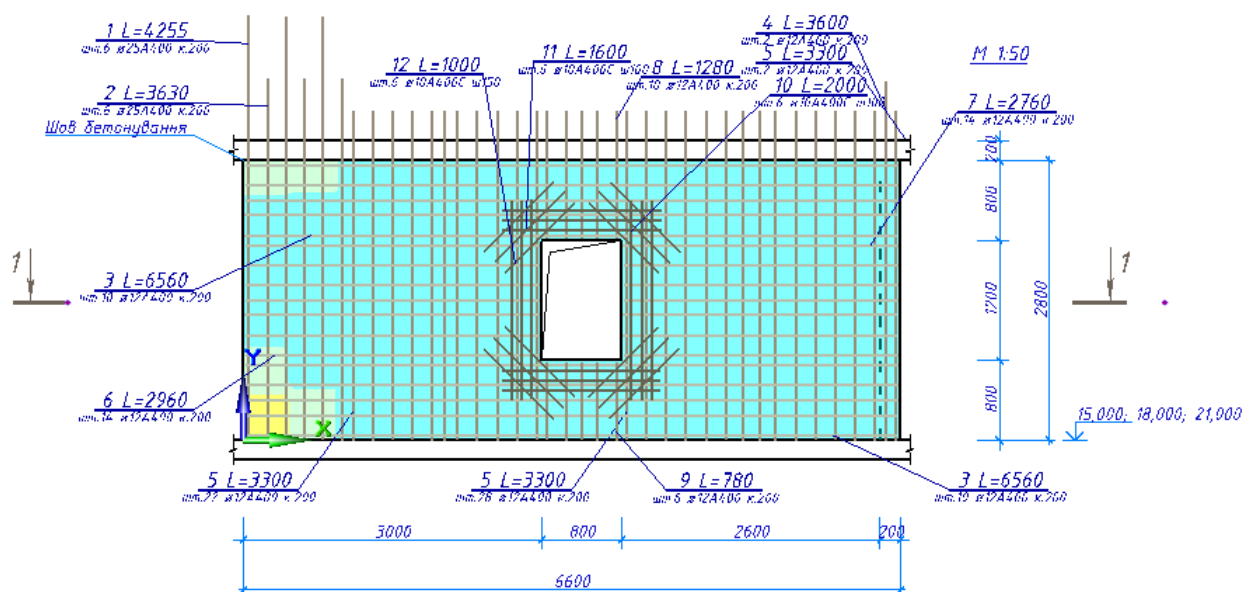

Рис. 24.22. Створення розрізу по діафрагмі
- Вкажіть третю точку зверху від позначення розрізу, щоб напрямок погляду був униз (рис. 24.22).